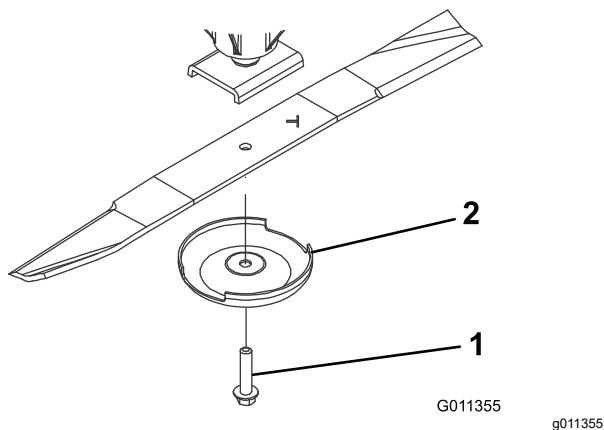

Figura 129
3. Scoateți urubul lamei, cupa anti-scalp i lama de pe arborele axului (Figura 129).